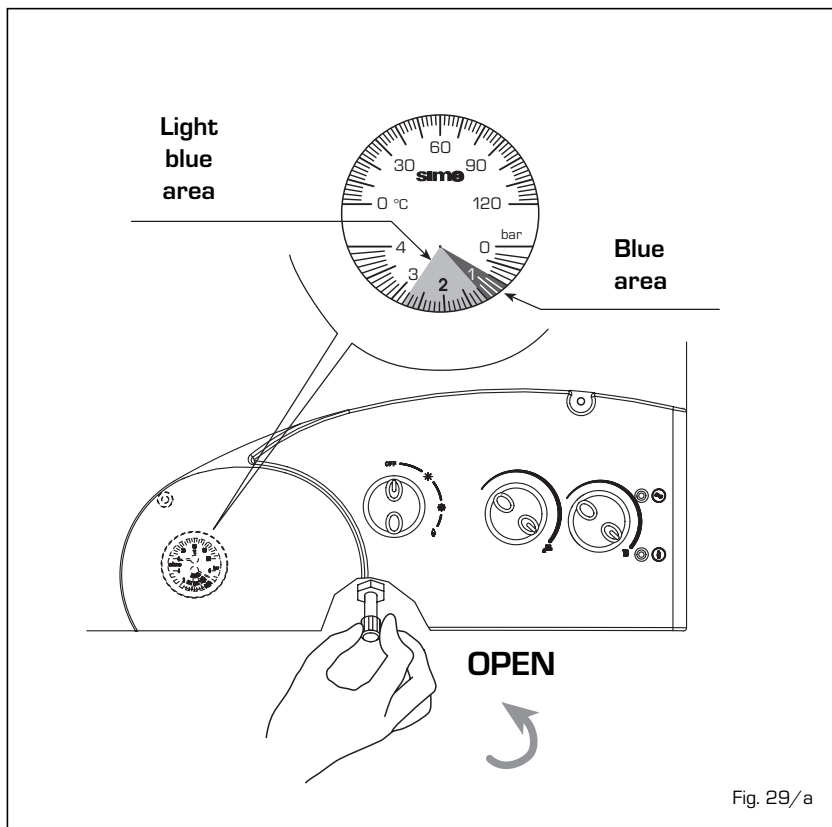

Fig. 29/a
- **Other anomalies** (fig. 29/b)